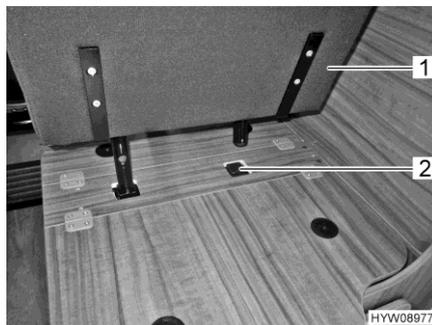

Fig. 25 Ficher le siège emboîtable dans sa fixation
- Ficher le siège emboîtable (Fig. 25,1) dans la fixation (Fig. 25,2).